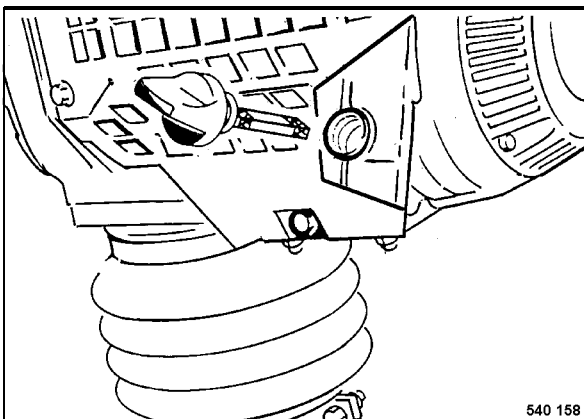

Fig. 30
- Desmontar la varilla de medición de aceite (Fig. 30), limpiarla con un paño limpio y libre de hilachas, e introducirla hasta el tope.